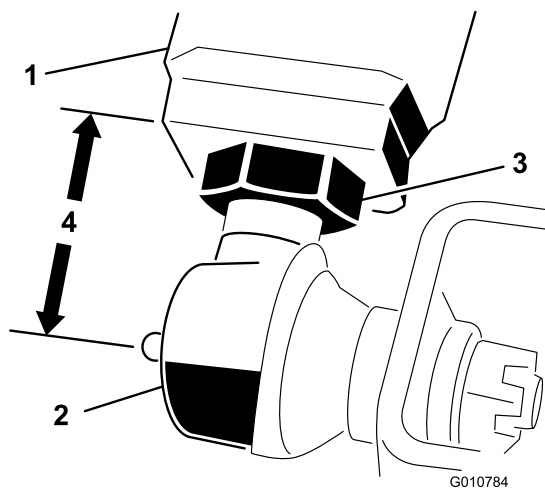

Bild 6
2. Messen Sie den Abstand vom Ende jedes Hubarms bis zur Mitte des Kugelgelenks (Schmiernippel). Der Abstand sollte ungefähr 57 mm betragen (Bild 6).